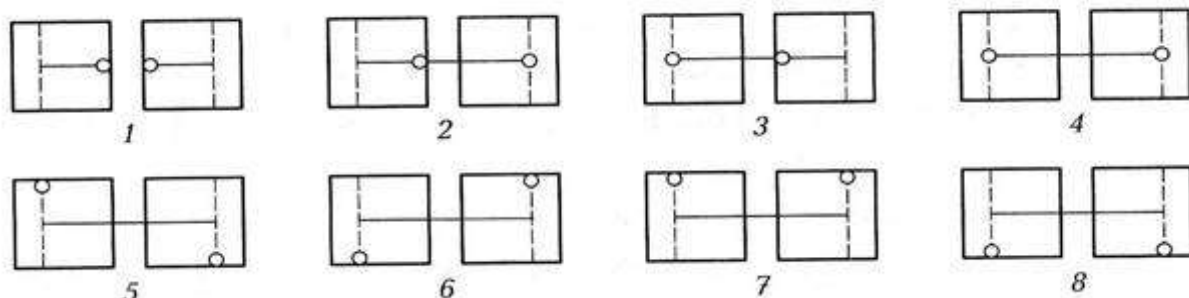

Рисунок 2 - Положения гири на площадках весов при проверке на 1/10 наибольшего предела взвешивания
- ☐ установите гирию, равную 1/10 максимального предела взвешивания в центре и по краям площадки (платформы) весов (рисунок 2);
- ☐ убедитесь, что при установке гири в различных точках (положениях на площадке) высвечивается на индикаторе соответствующая масса (рисунок 2).